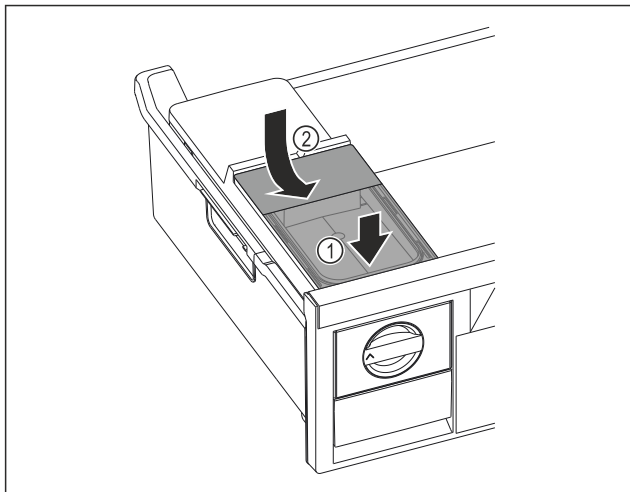

Fig. 157
- ▶ Nasadíte vpředu nádržku na vodu. Fig. 157 (1)
- ▶ Spustíte nádržku na vodu vzadu dolů. Fig. 157 (2)